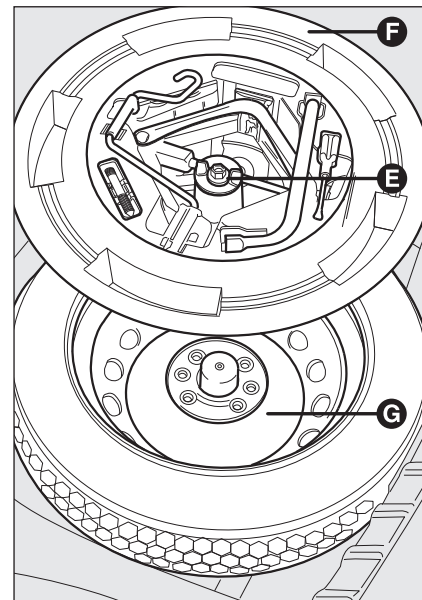

fig. 10
- ☐ ponga la rueda de repuesto **G-fig. 10** en el compartimiento específico ubicado en el maletero;